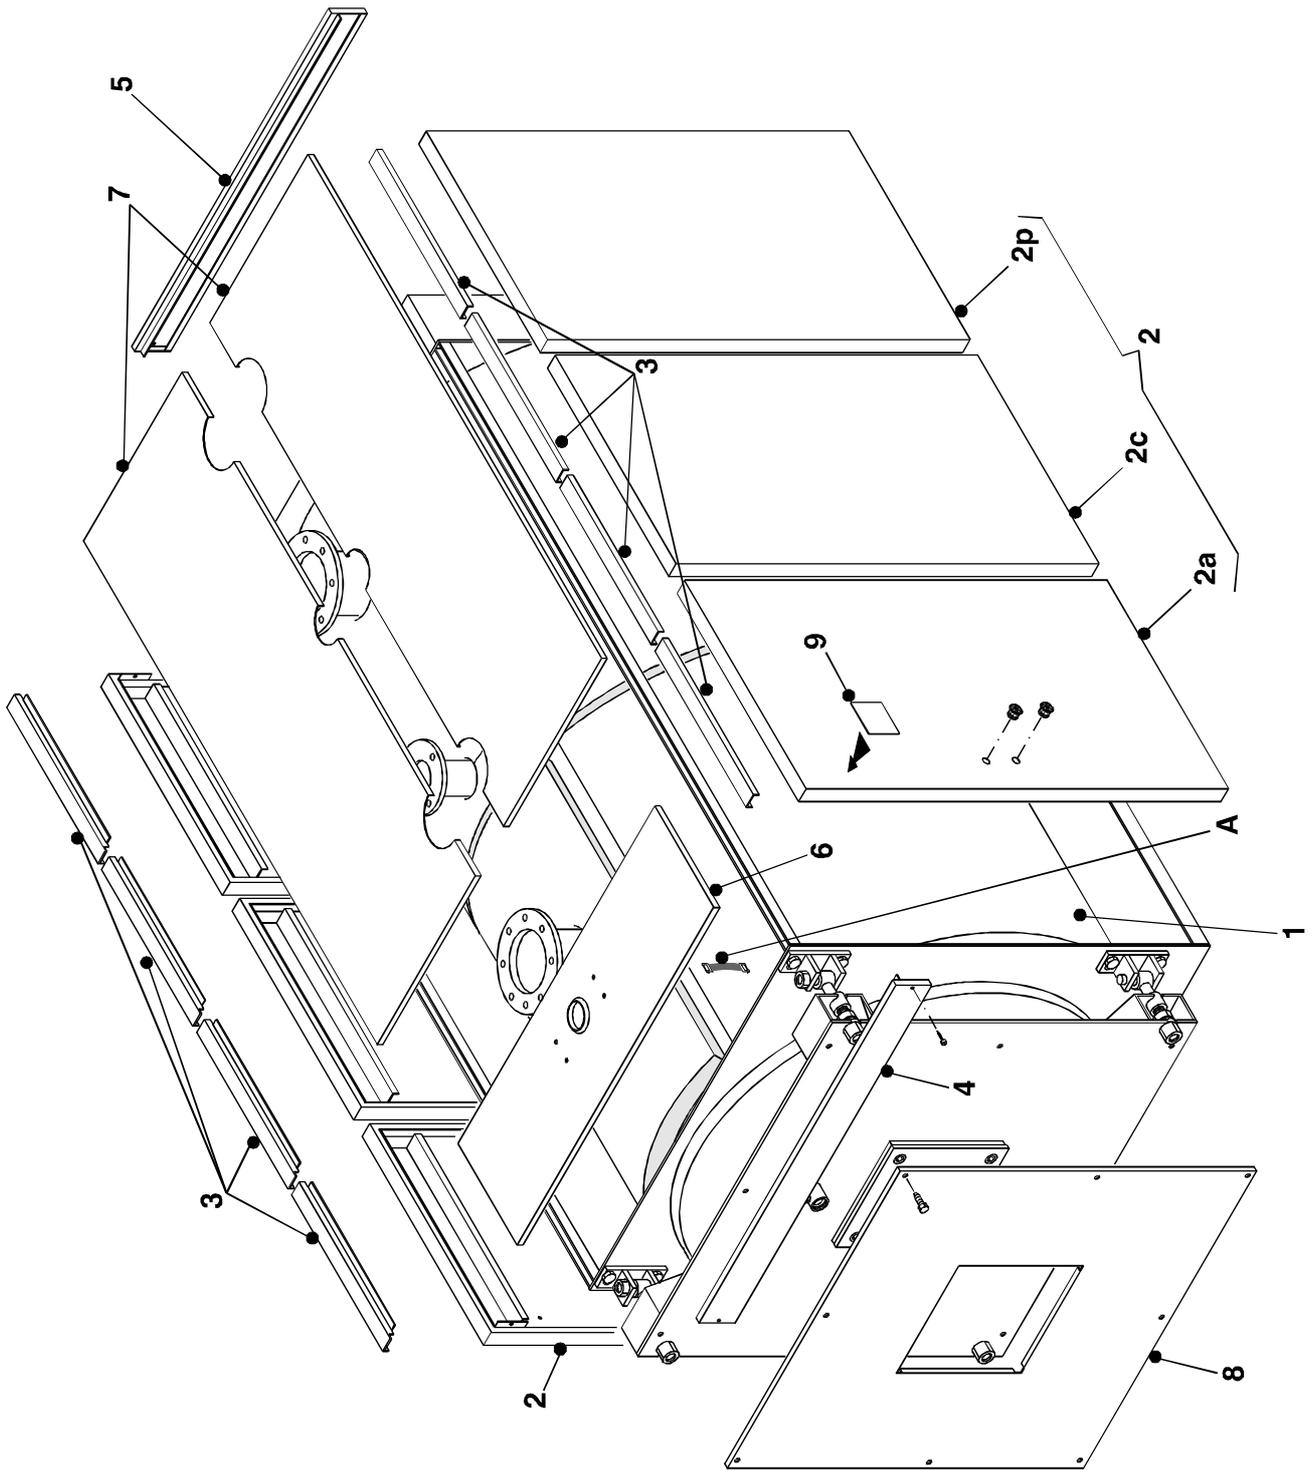

fig. 13
- I) Fissare la targhetta dati di caldaia (pos.14) al pannello laterale dopo aver sgrassato la parte interessata con apposito solvente.
- L) Il pannello frontale porta (pos. 15) con il relativo isolamento in lana minerale, è già montato.
**N.B.** Per il modello **PREXAL 1400** (rif. fig.13), il mantello e l'isolamento sono contenuti in 3 imballi marcati:
**N.B.** Per i modelli compresi tra **P1850** e **P3500** (rif. fig.13), il mantello e l'isolamento sono contenuti in 4 imballi marcati:
### Sequenza di montaggio (Rif. fig. 13)